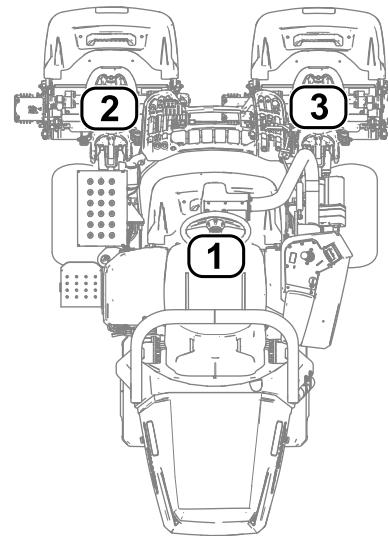

Figure 25
- 1 correspond à l'unité de coupe centrale (Figure 25)
- 2 correspond à l'unité de coupe avant gauche (Figure 25)
- 3 correspond à l'unité de coupe avant droite (Figure 25)